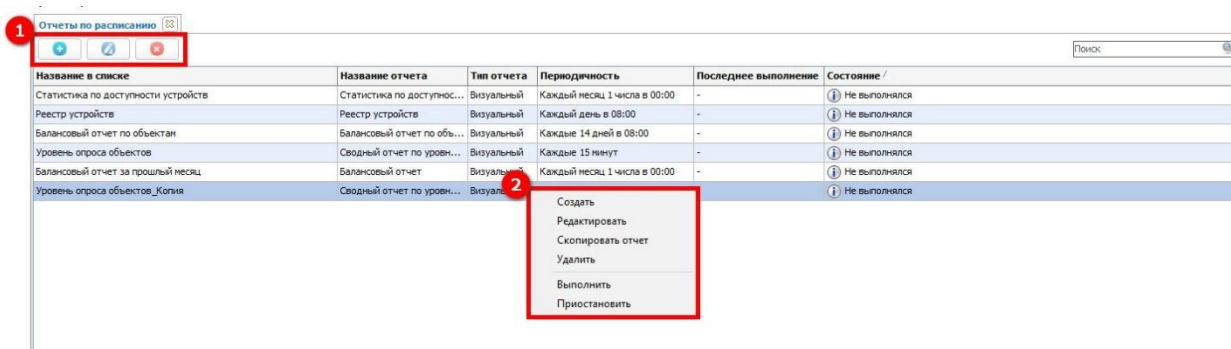

Рисунок 167 – Отчеты по расписанию – Контекстное меню
Программа позволяет при необходимости выделить строку (поставленную задачу по формированию отчета) для ее последующего изменения. Выбираем необходимую строку левой кнопкой мыши. Далее с помощью кнопок, расположенных в левом углу вкладки (1) (см. рисунок 167) или с помощью контекстного меню (2) можно внести изменения в ранее указанные настройки задачи по формированию отчета, или в случае необходимости удалить выделенную строку, и соответственно поставленную задачу по формированию отчета. Контекстное меню (2) также позволяет создать копию выбранной задачи по формированию определенного отчета, приостановить и/или возобновить выполнение задачи по формированию отчета, а также осуществить выполнение задачи по формированию отчета в текущий момент времени.